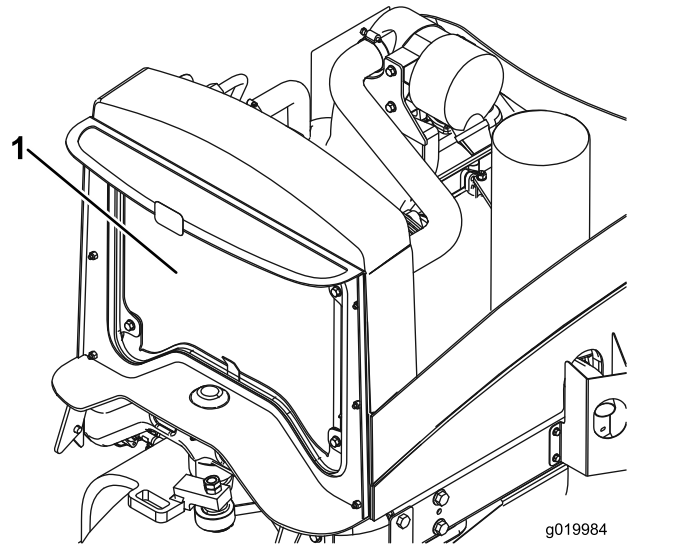

図 58
4. ラジエーターの裏表を圧縮空気で丁寧に清掃する 図 58。